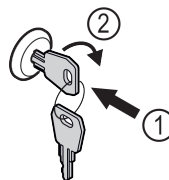

Fig. 149 Voorbeeld
- Sleutel erin duwen Fig. 149 (1).
- Sleutel 90° rechtsom draaien Fig. 149 (2).